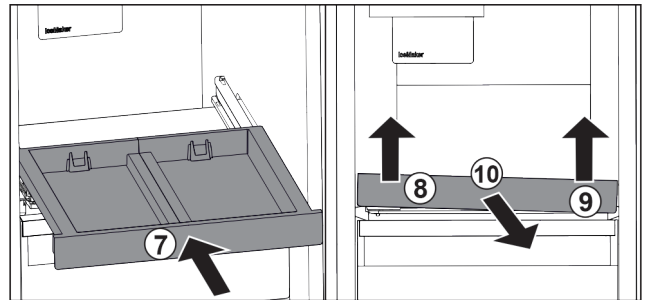

Fig. 27
- ▶ Auszugsbord einschieben. Fig. 27 (7)
- ▶ Auszugsbord vorne links anheben. Fig. 27 (8)
- ▶ Auszugsbord vorne rechts anheben. Fig. 27 (9)
- ▶ Auszugsbord nach vorne entnehmen. Fig. 27 (10)